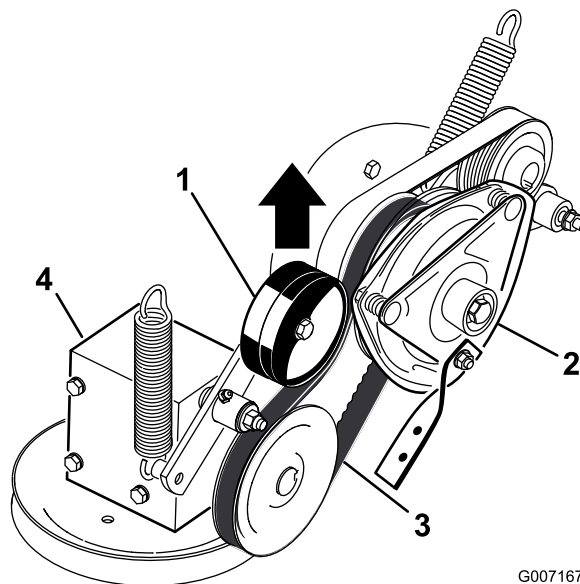

Bild 80
5. Ziehen Sie an der gefederten Spannscheibe für den Zapfwellentreibriemen und nehmen Sie den Riemen von der Kupplungsscheibe ab (Bild 80).
17. Ziehen Sie an der gefederten Spannscheibe für den Zapfwellentreibriemen und befestigen Sie diese an der Kupplungsscheibe (Bild 80).